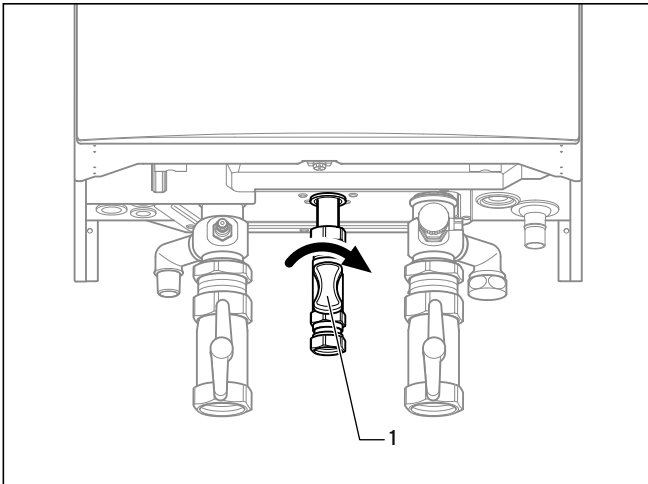

Fig. 2.1 Fermeture du robinet d'arrêt du gaz
- Fermer le robinet d'arrêt du gaz (1, fig. 2.1) sur l'appareil !